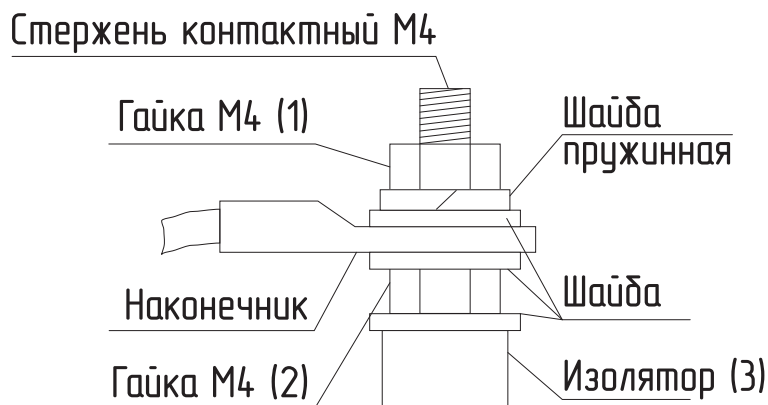

Рис.21 Присоединение проводов к выводам блок ТЭН
- при замене блок ТЭН присоединение фазных проводов к выводам блок ТЭН производить согласно **Рис.21**. Сечение кабеля указано в **Таб.1** и **Таб.2**;
- провод нейтрали «N» подключить на перемычку блока ТЭН (**Рис.21**).